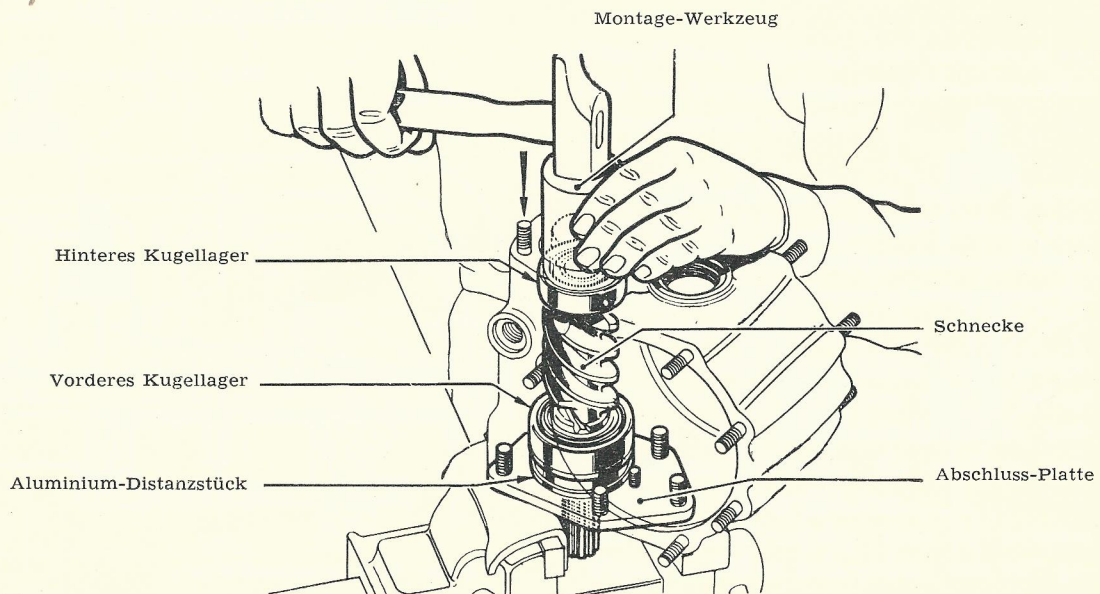

Bild 90
3. Der Schneckenantrieb wird in seine Stellung gebracht (Bild 90).